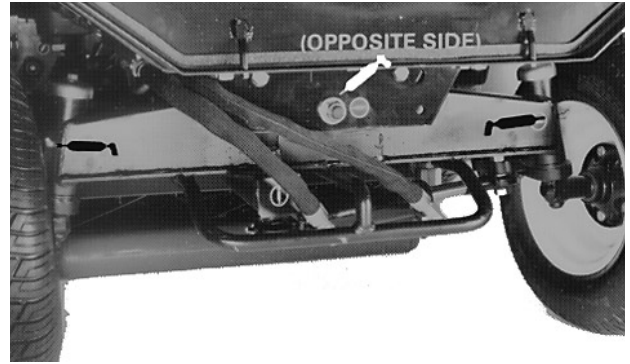

Fig. 25
Macchine con trazione a due ruote—estremità del cilindro (2); tirante (2) (Fig. 24); perno centrale (1), fuselli (2) (Fig. 25).